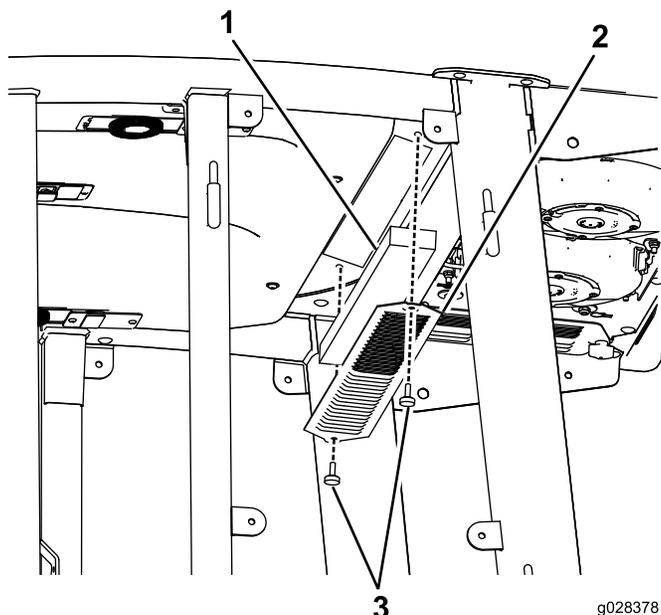

Figura 85
1. Remova os parafusos e as grelhas de ambos os filtros de ar da cabina (Figura 85).